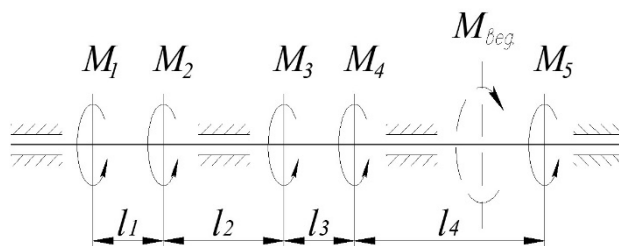

Рисунок 2.
1. Для гладкого вала (рис. 2), вращающегося с заданной угловой скоростью  $\omega$ , из условия прочности по заданным значениям нагрузочных моментов ( $M_i$ ) определить рациональное расположение ведущего шкива приводного двигателя и передаваемую им мощность ( $N_{вед}$ ), а также построить эпюру крутящих моментов, возникающих в поперечном сечении вала. (Под  $M_{вед}$  понимается уравновешивающий момент ведущего шкива).